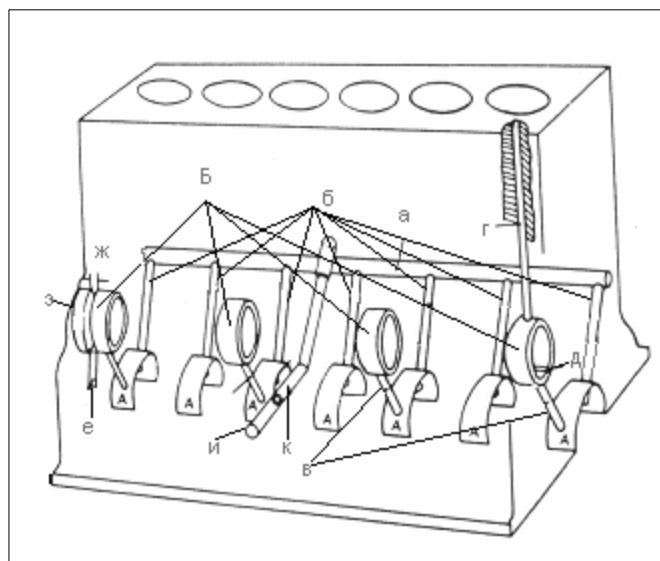

РИС. 109
- Подшипник, имеющий бороздку на внутреннем канале, надо устанавливать на шейке масляного канала №1, с бороздкой на передней части (масло, поступающее с этой канавки, смазывает упорную шайбу и распределительную шестерню). Также обязательно, чтобы два масляных отверстия в этом подшипнике были на одной линии с высверленными масляными отверстиями в картере двигателя, как показано на рис. 109.